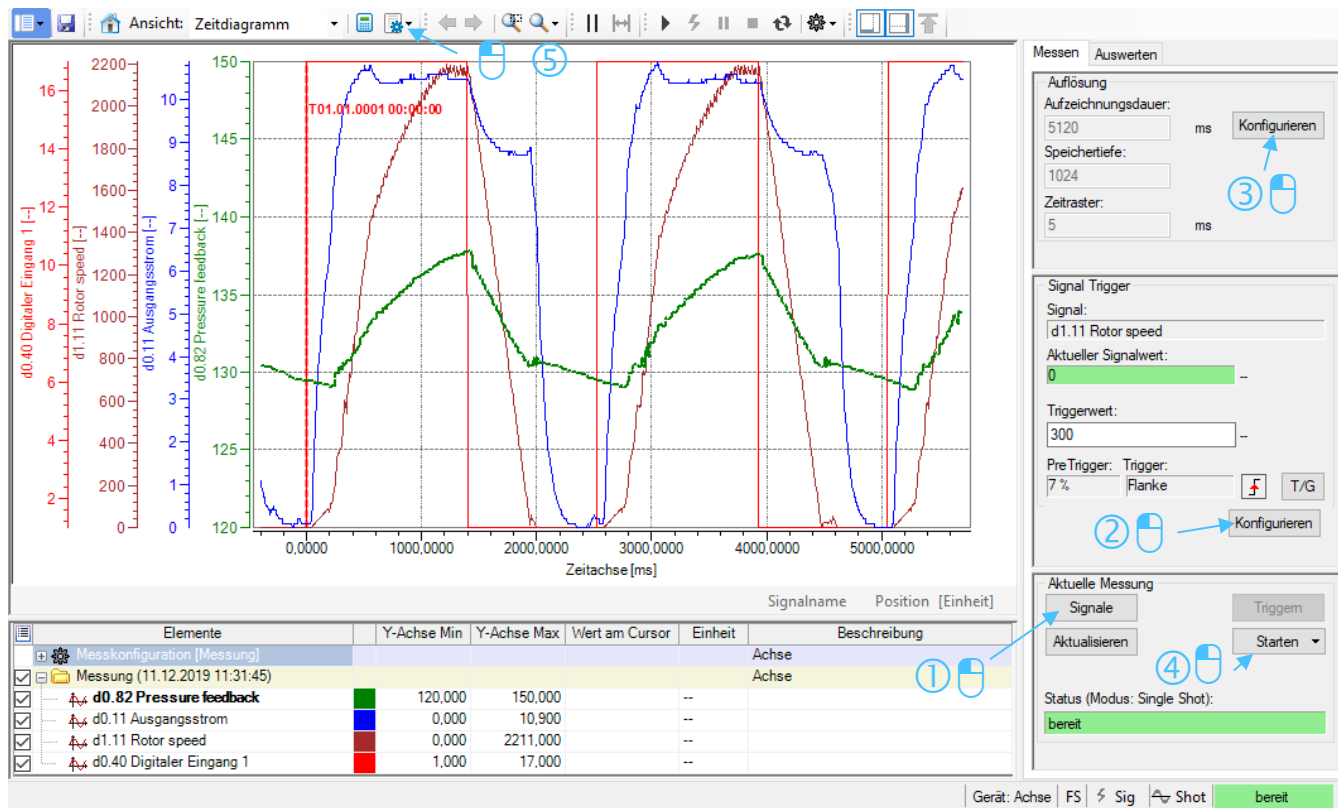

Abb. 17: Fenster Oszilloskop-Funktion
- Klicken Sie auf „Start“, um die Messung zu starten ④ (siehe Abb. 17: Fenster Oszilloskop-Funktion).
- Durch Klick auf ⑤ haben Sie die Möglichkeit, sich alle Y-Achsen anzeigen zu lassen oder sich einen Bereich aufzuziehen, in dem Sie Min/Max/Mittelwert/RMS-Werte von jedem Kanal in einer extra Tabelle angezeigt bekommen.